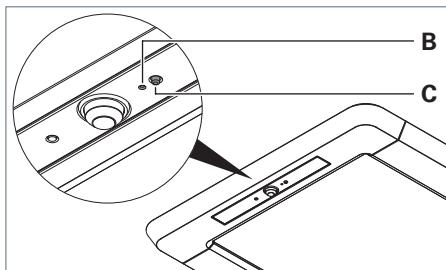
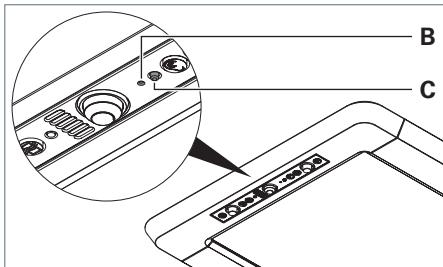

Fig. 20: Configurare l'elemento di comando, versione R.
Fig. 21: Configurare l'elemento di comando, versione RX.
- ▶ Premere il tasto nell'apertura **B** con la punta di una graffetta aperta, vedere Fig. 20 e vedere Fig. 21.
- ▶ Premere il tasto **C**, vedere Fig. 20 e vedere Fig. 21.
- ▶ Premere il tasto **C** e mantenerlo premuto, vedere Fig. 20 e vedere Fig. 21.